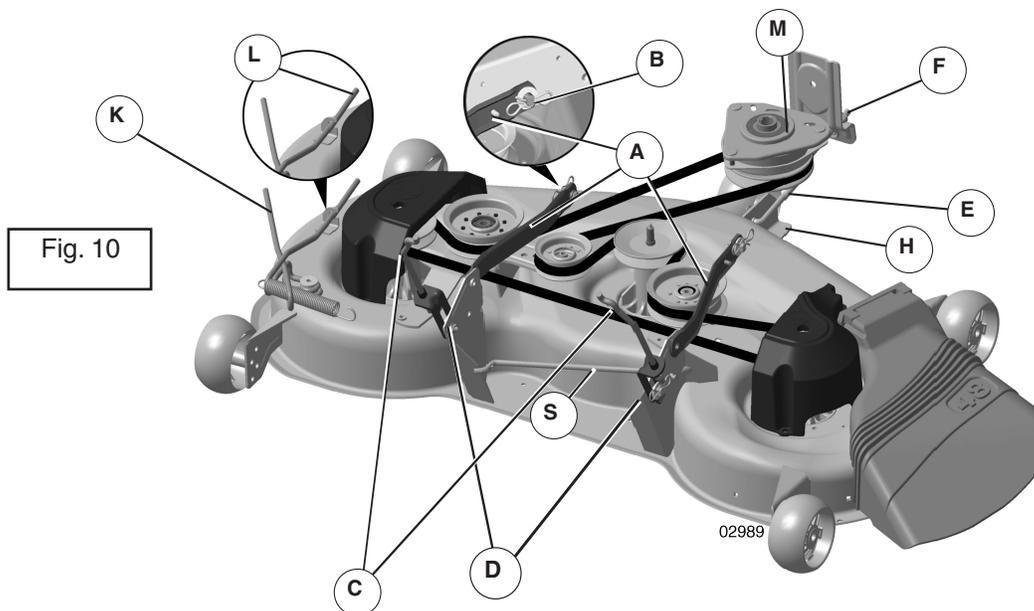

Fig. 10
- Arbeiten Sie von der linken Seite des Traktors aus. Schieben Sie den Stab der Verbindungsgruppe (E) durch das vordere Loch im vorderen Hängebügel des Traktors (F) und befestigen Sie ihn mit einer großen Rückhaltefeder (G) durch das Loch in der Verbindung hinter dem Bügel.
- 12. Schieben Sie das andere Ende der vorderen Verbindung (E) in das Loch im vorderen Mäherbügel (H) und befestigen Sie es mit einer Beilagscheibe und einer kleinen Rückhaltefeder.
- 13. Lösen Sie den Riemenstanzstab (K) vom Sperrbügel (L) (Fig. 10).
15. Schieben Sie den Riemenstanzstab (K) in den Sperrbügel (L) ein (Fig. 10).